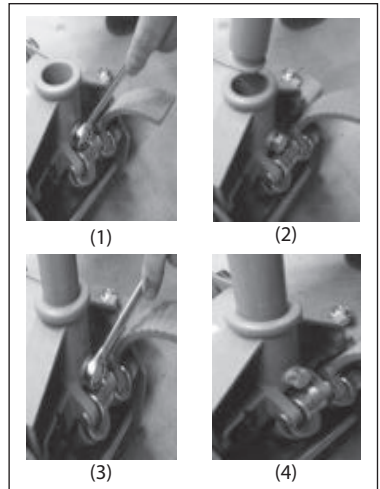

Fig. 04
- Now attach the lever rod to the lifting device. For this purpose remove the hexagonal screw SW17 at the support of the lifting device (Fig.04(1)) and place the lever rod into the support (Fig.04(2)). Fasten the screw again (Fig.04(3/4)).
- Befestigen Sie nun die Hebelstange an der Hebeeinrichtung. Lösen Sie hierfür die Sechskantschraube SW17 an der Aufnahme der Hebeeinrichtung (Fig.04(1)), und fügen Sie die Hebelstange in die Aufnahme (Fig.04(2)) und drehen Sie die Schraube wieder an (Fig.04(3/4)).